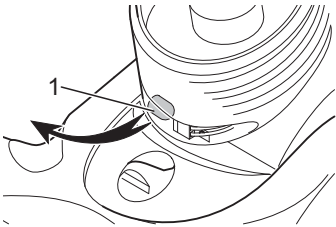

Abb. 33
2. Ziehen Sie den Leuchtkörper nach links aus der Fassung heraus (Abb. 33/1) und ersetzen Sie ihn durch einen neuen (Bestellnummer, ▷ Kapitel 9, „Ersatzteile“).